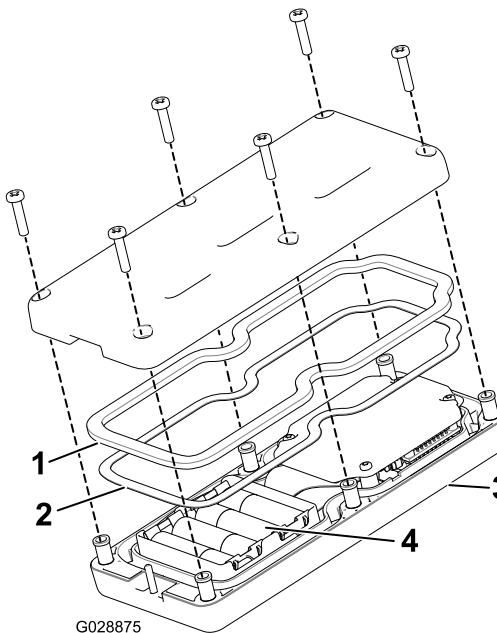

图 12
2. 将电池逐一放入电池端子仓位遵循正确的电池极性。(如果放置不正确遥控器不会发生损坏但遥控器无法操作。电池端子仓位分别带有正负极标志图 12)。
- 确保钢垫片和橡胶密封件正确放置于遥控器的槽内然后将后盖放回原位 图 12。
- 用 6 个螺丝固定后盖 (图 12) 上紧螺丝扭矩至 1.51.7N·m。